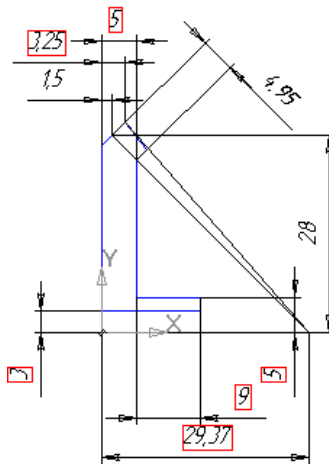

Рисунок 7.1 – Ескіз заготовки зубчастого колеса
1. У площині **XU** створіть ескіз із вказівкою всіх необхідних розмірів (рис. 7.1):